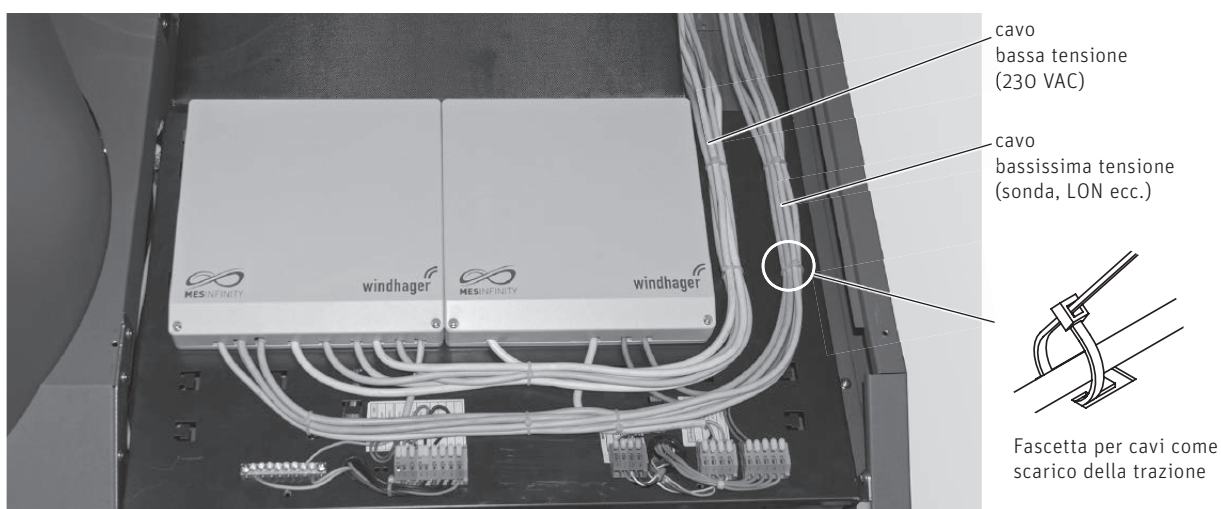

Fig. 133 Cablaggio BioWIN2 Hybrid con regolazione nel quadro di comando della caldaia
- ▶ Realizzare tutti i collegamenti elettrici secondo il punto 6 e in base ai manuali allegati dei rispettivi moduli funzionali. Passare i cavi in basso nell'alloggiamento del modulo funzionale. All'interno dell'alloggiamento i cavi non vanno fissati con scarico della trazione, bensì i fasci di cavi vanno fermati insieme con una fascetta per cavi come scarico della trazione – Fig. 133.
Fare attenzione a posare separati il cavo a bassissima tensione (0-12 VDC) e il cavo a bassa tensione (230 VAC)! – Fig. 133.